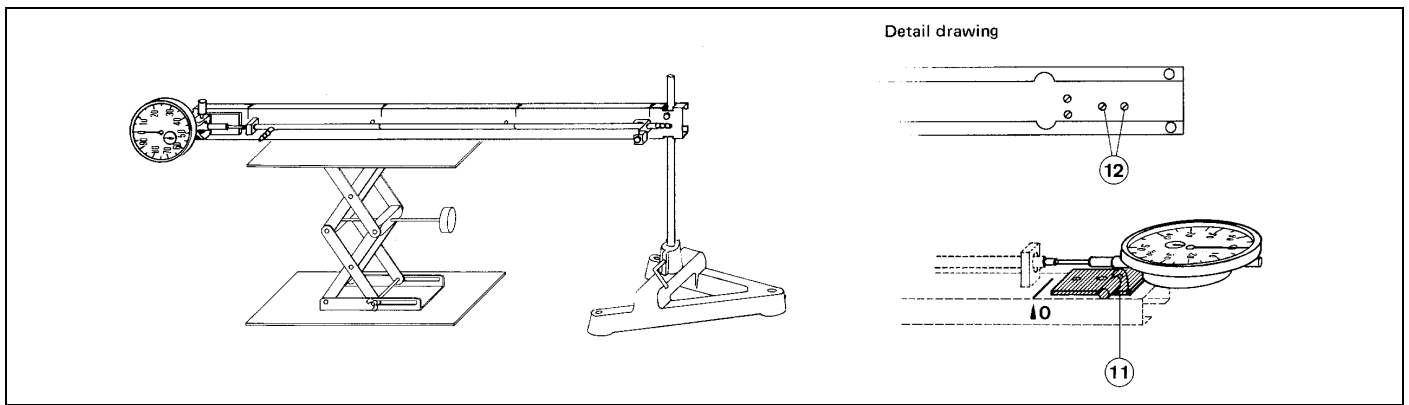

Fig. 4
*Ablesen an der Meßuhr (Fig. 4):*
*Reading from the dial gauge (Fig. 4):*
Projizierbare Skala ⑥ wie folgt gegen die Meßuhr austauschen (Fig. 4)
To exchange the projectable scale ⑥ with the dial gauge, proceed as follows (Fig. 4):